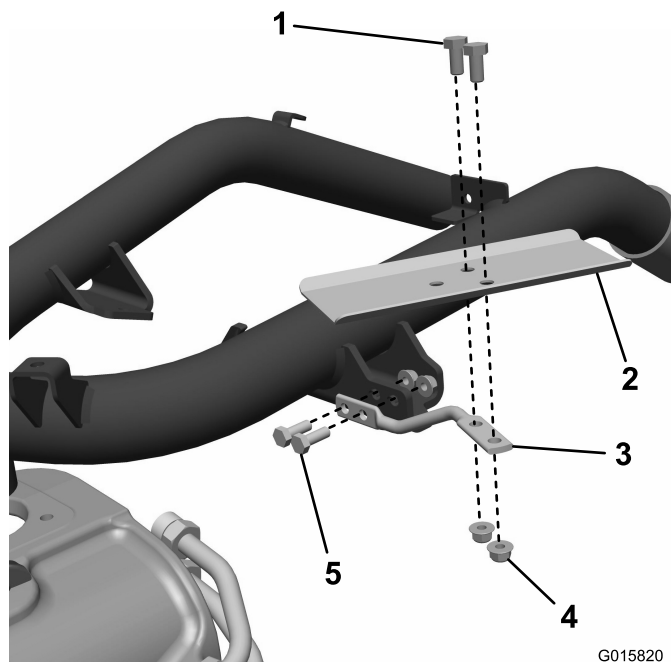

Figura 6
1. Montate il filo sagomato sul telaio e fissatelo con due bulloni (5/16") e due dadi (Figura 6).